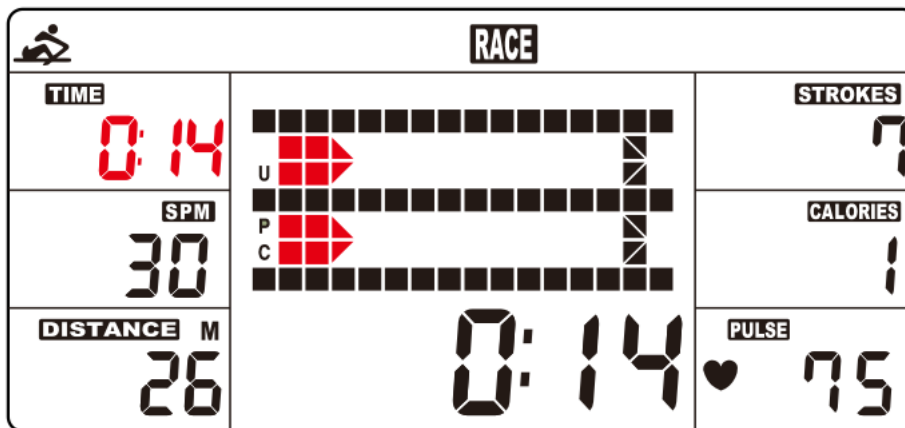
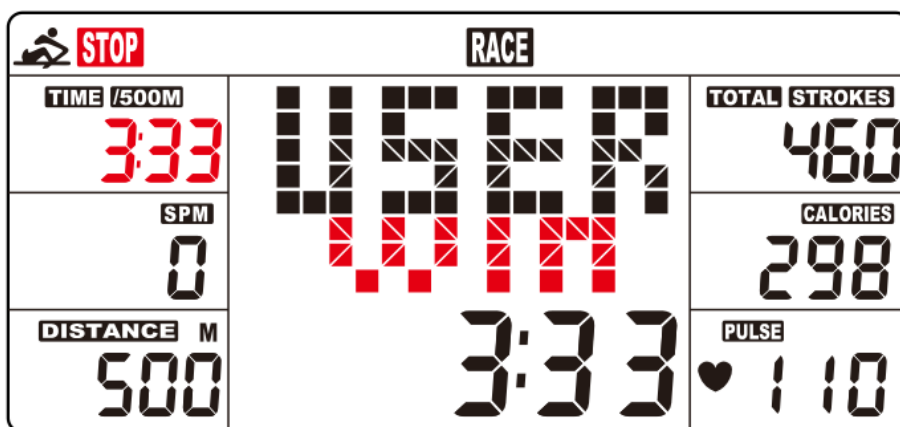

Fig. 5
Fig. 6
B. Appuyer sur la touche START (MARCHE) pour commencer, STOP (ARRÊT) disparaît. USER (UTILISATEUR) et PC (UNITÉ) s'affichent dans la matrice. (Fig. 5.) Le compteur s'arrête lorsque la distance de course définie a été atteinte, puis la matrice affiche «PC WIN» (unité gagne) ou «USER WIN» (utilisateur gagne) (Fig. 6).